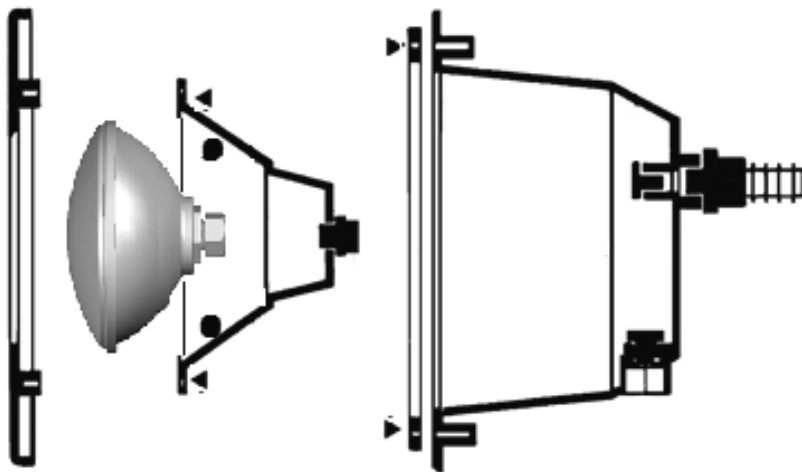

Fig.2
4.1 Montage traditionnel (fig2)